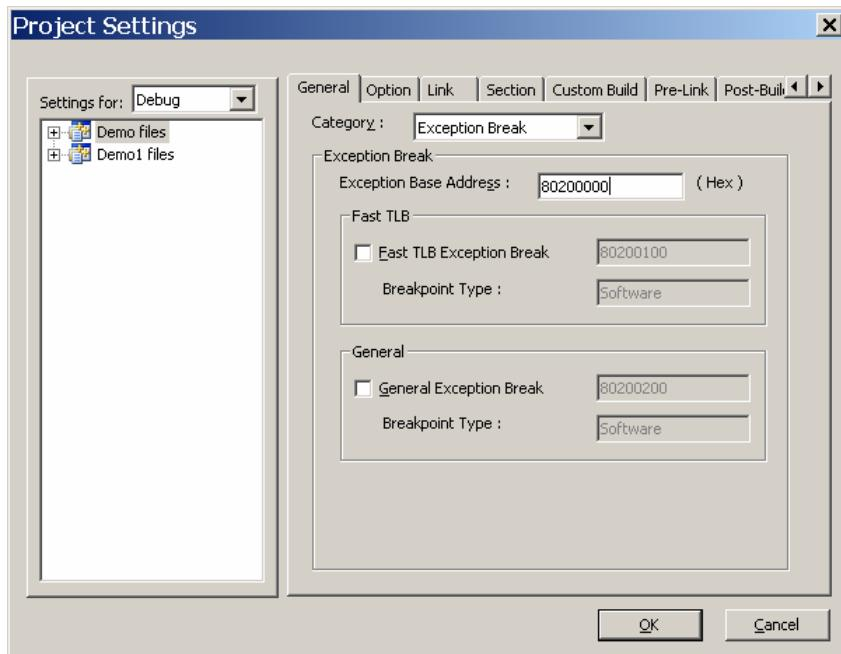

图 5.28 Exception Break 对话框
(3) Exception Break 对话框如图 5.28。该窗口设置异常的基址, 默认 Exception Base Address 为 0x00000000。